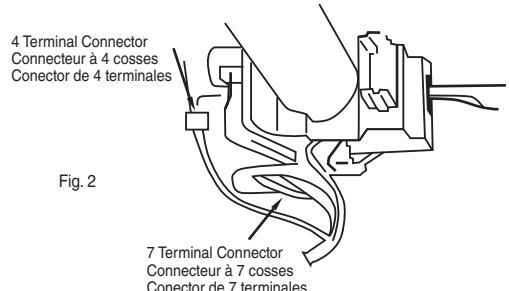

Fig. 2
5. Gently pull switch away from column. Release connector locks on 7-terminal wiring connector, then remove connector from ignition switch (Fig. 2).
6. Release connector lock on 4-terminal connector, then remove connector from ignition switch (Fig. 2).
5. Retirer délicatement le commutateur d'allumage de la colonne de direction. Dégager les dispositifs de verrouillage du connecteur à 7 cosses, puis retirer le connecteur du commutateur d'allumage (fig. 2).
6. Dégager les dispositifs de verrouillage du connecteur à 4 cosses, puis retirer le connecteur du commutateur d'allumage (fig. 2).
5. Con cuidado, separe el interruptor de la columna. Libere las trabas del conector en el conector de cableado de 7 terminales y, luego, retire el conector del interruptor de encendido (Fig. 2).
6. Libere la traba del conector en el conector de 4 terminales y, luego, retire el conector del interruptor de encendido (Fig. 2).